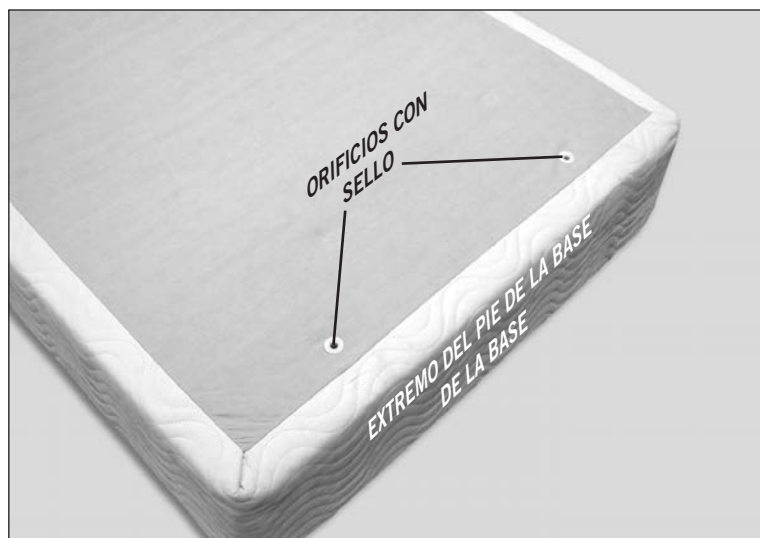

FIGURA 4: Ubicaciones de los orificios con sello.
- a. Ubique los orificios con sello en el pie de la base de la base (**FIGURA 4**).